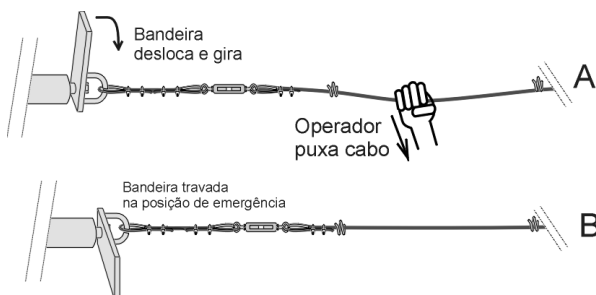

Fig. 10 – Acionamento manual da parada de emergência
- Quando se detectar uma situação de emergência, o operador no local deverá puxar o cabo em qualquer direção (Fig. 10 A). A alça com bandeira da chave de emergência será deslocada, girando 90° e travando nessa posição (Fig. 10 B). Nesta condição, a chave gera um sinal de parada de emergência, que deve ser tratado pelo controle do equipamento, colocando a máquina em condição segura.
- Na ocorrência de ruptura ou afrouxamento do cabo de aço, a mola de tração interna à chave puxará o cabo no sentido oposto do local onde ocorreu o afrouxamento ou ruptura, sinalizando emergência e forçando a parada do equipamento. Será necessário que seja feita a recolocação do cabo de aço conforme descrito no item 4 deste manual.